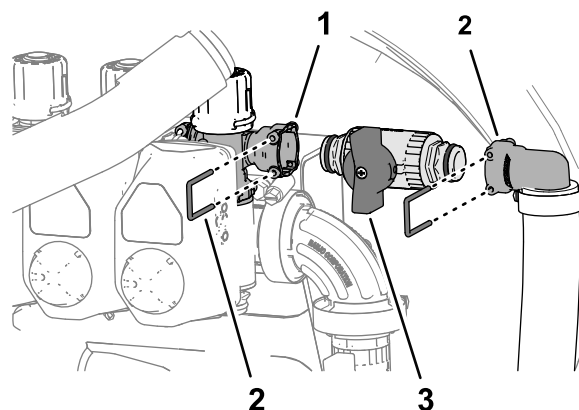

Figura 62
- B. Rimuovete il fermo che fissa il raccordo ad attacco rapido della valvola di intercettazione alla presa a disinnesto rapido del raccordo dentellato a 90° e separate la valvola dalla presa (Figura 62).